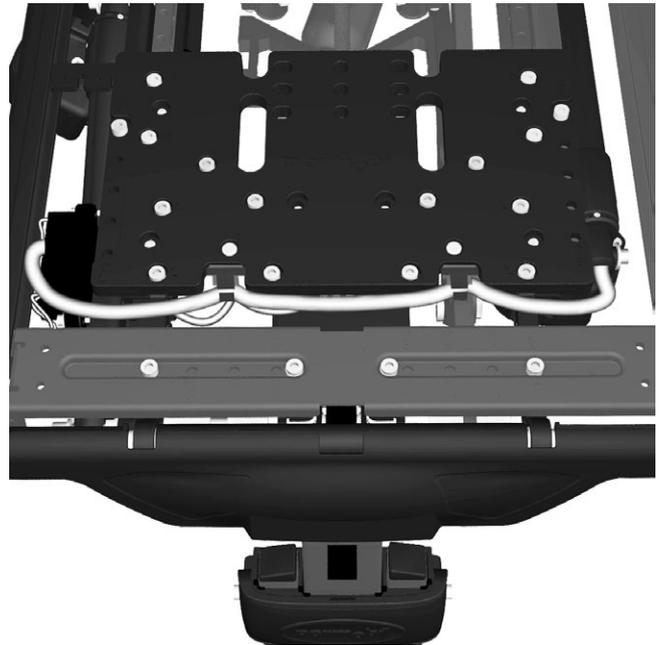

Abbildung 168. Kabel für die Stellvorrichtung der Rückenlehne
4. Kontakt der Stellvorrichtung vom Kontaktblock über der Stellvorrichtung entfernen. Siehe Abbildung. 168. Kontakt gerade herausziehen. Kabel der Stellvorrichtung von seinen Haltepunkten lösen. Anordnung der Kabel für die Rückmontage notieren.
Den Anschluss der Stellvorrichtung am Kontaktblock auf der rechten Seite vom Sitz montieren. Siehe Abbildung. 168. Kontakt an einem beliebigen Platz gerade hineindrücken.